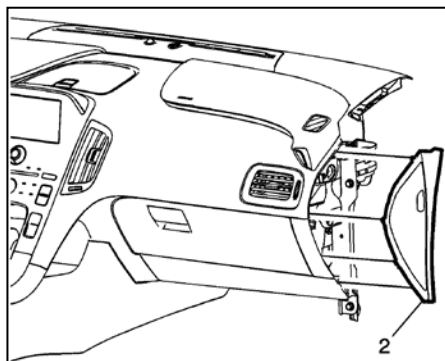

Fig. 1
5. Retirez le panneau de garnissage latéral du tableau de bord (voir Fig. 1). Utilisez un outil en plastique à lame plate pour retirer le panneau de garnissage latéral de l'ensemble du tableau de bord.